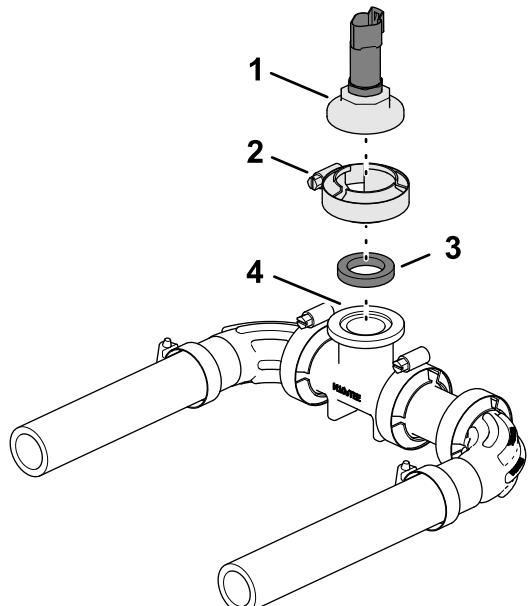

図 57
1. 水圧トランステューサの付いたポート付きフィッティングキャップとガスケットを、マニホールドのT字フィッティングに整列させて取り付ける (図 57)。
2. フランジクランプで、フィッティングキャップとガスケットを T 字フィッティングに固定する図 57。